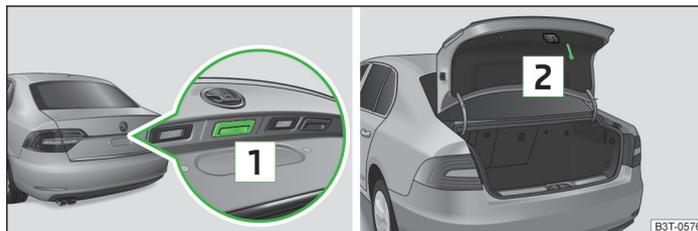

Abb. 19 Griff der Gepäckraumklappe / geöffnete kleine Gepäckraumklappe
- Die Taste im Griff an der Unterkante der Gepäckraumklappe **1** » Abb. 19 drücken und die Klappe anheben.
- Die Klappe mit dem Griff **2** » Abb. 19 herunterziehen und zuschlagen.